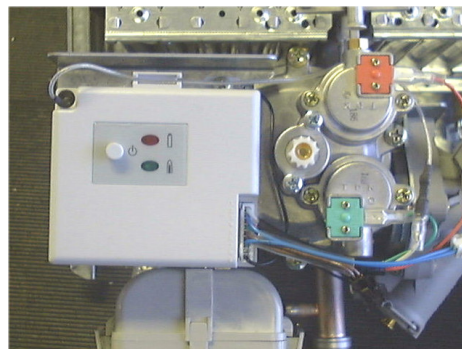

Fig. 1
1. Desconectar os terminais da vela de ignição que ligam à unidade de ignição e à cablagem (Fig. 1).